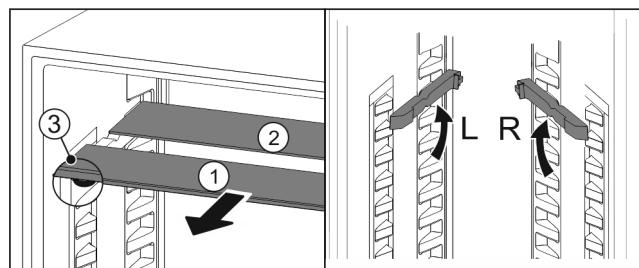

Fig. 50
- Tërhiqni një nga një pllakat e xhamit nga përpara Fig. 50 (1).
- Plakë e xhamit Fig. 50 (1) me kornizën ndodhet përpara.
- Ndalem Fig. 50 (3) janë të drejtuarar për poshtë.